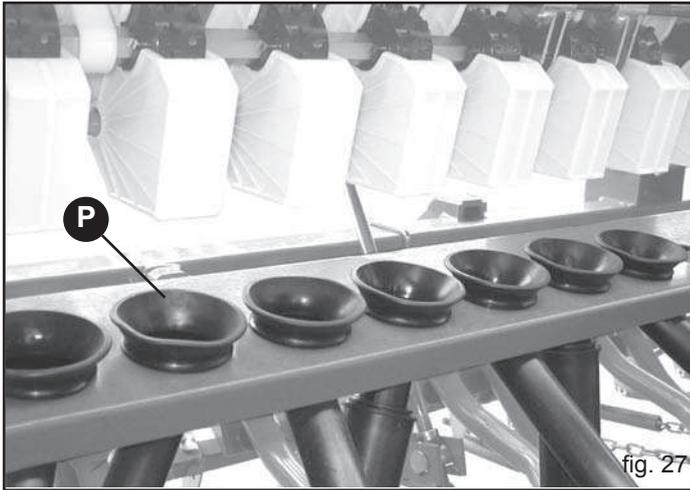

fig. 27
- 1) Das Gestell absenken (P, Abb. 27).